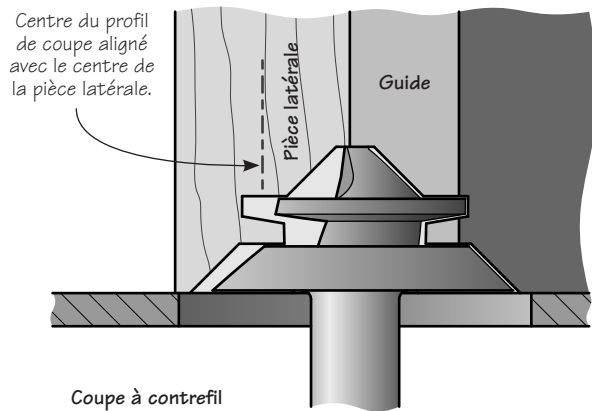

Figure 12 : Positionner le guide
4. Avec des pièces de test, exécutez une coupe en bout et une coupe à contrefil, la première correspondant aux parties avant et arrière du tiroir, la seconde représentant les côtés. Assurez-vous que la position du guide demeure la même lorsque vous toupillez les deux pièces. Voir les figures 12 et 13.